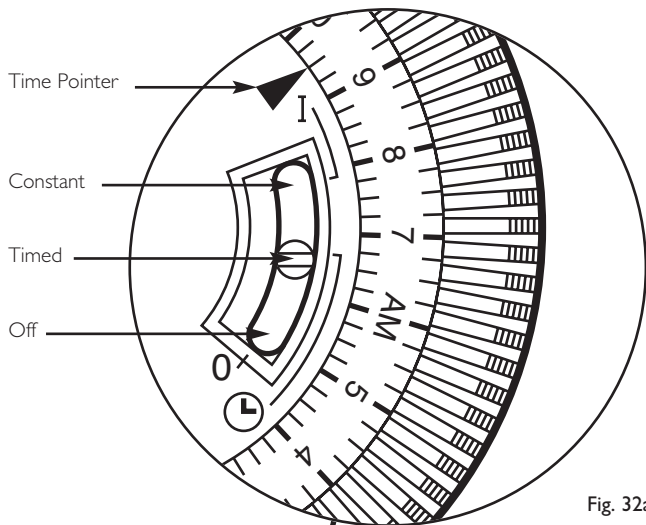

Fig. 32a
**Three position switch** (Fig. 32a)